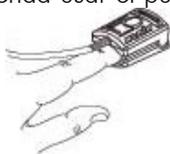

Figura 13
1. Inserte un dedo (preferentemente índice, medio o anular) en el sensor (Figura 13) hasta que la punta del dedo alcance el tope. Mantenga la uña orientada hacia la parte de arriba del sensor. Asegúrese de que las uñas largas no impidan colocar los dedos en la posición adecuada.